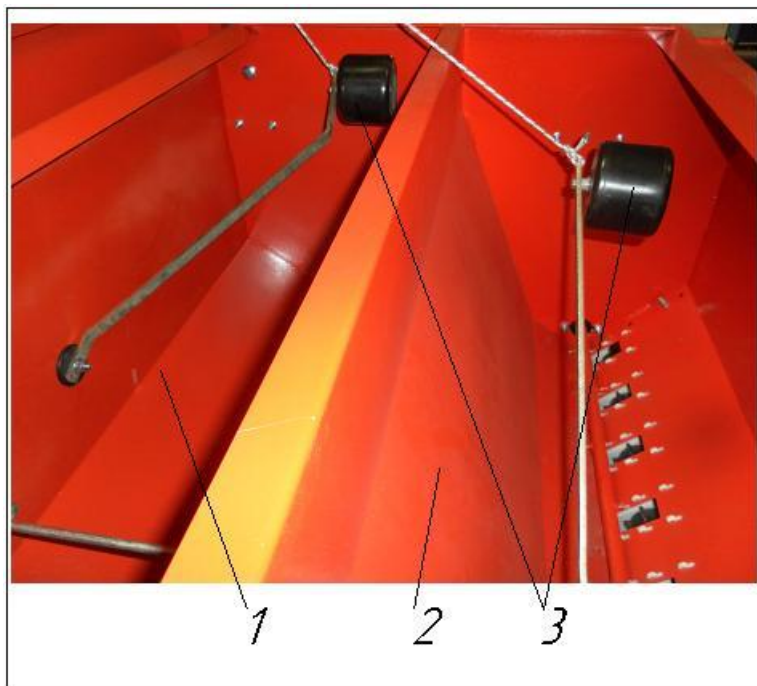

Рис.53 1-семенной бункер; 2-туковый бункер; 3-поплавок.
6.6.1. Стоя на погрузочной площадке, откройте крышку бункера и заполните его (см. Рис. 53).
При загрузке семенного бункера не кладите тяжёлые предметы на поплавок (Рис. 53/3) индикатора уровня наполнения.